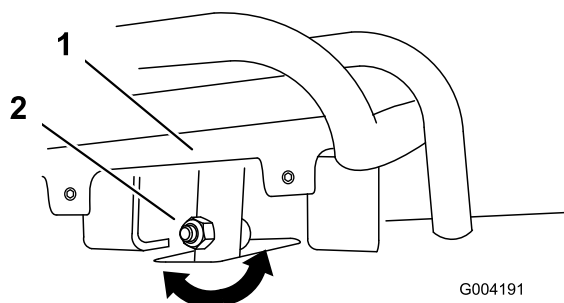
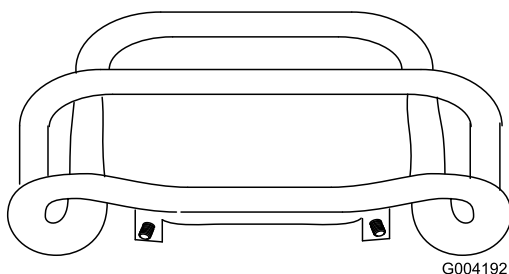

Figura 54
Figura 55
4. Se la parte anteriore del comando della trazione non rimane dritta e a filo con la barra di riferimento, allentate il dado flangiato e imbullonate lo stelo del comando della trazione (Figura 54).
5. Regolate il comando della trazione in modo che rimanga a filo con la barra di riferimento quando viene tirato all'indietro (Figura 54 e Figura 55).
- C. Allentate il dado flangiato e il bullone nello stelo del comando della trazione (Figura 54).
- I. Regolate il comando della trazione in modo che rimanga a filo con la barra di riferimento quando viene tirato all'indietro (Figura 54 e Figura 55).